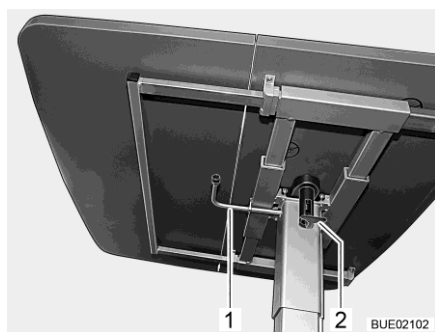

Fig. 104 Table à hauteur réglable
- Rabattre le levier de verrouillage (Fig. 104,2) vers le bas.